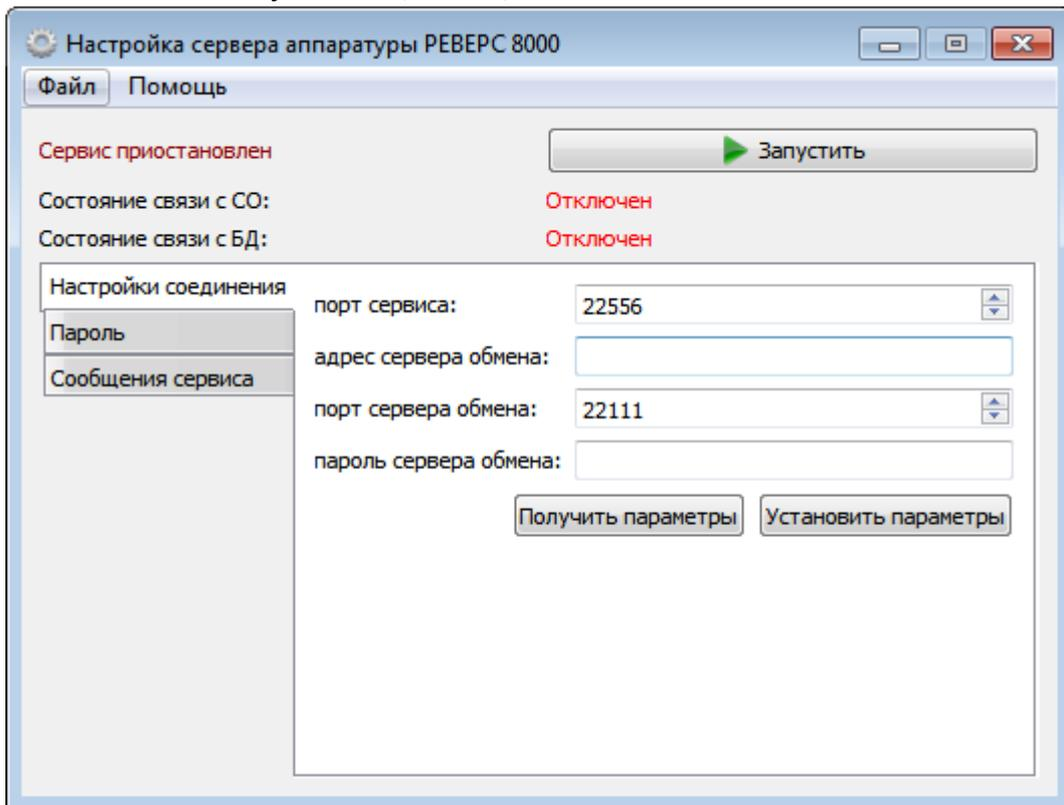

Рис. 12
- Запустите утилиту настройки системного робота при помощи исполняемого файла SystemRobotGui.exe или соответствующей иконки в меню «Пуск». На экране появится главное окно утилиты (Рис. 12).